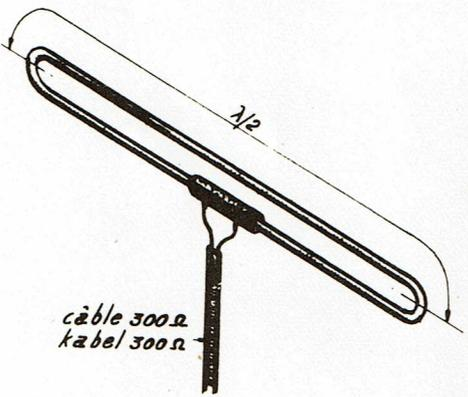

Fig. 3
- Dipôle replié (trombone) fig. 3) :